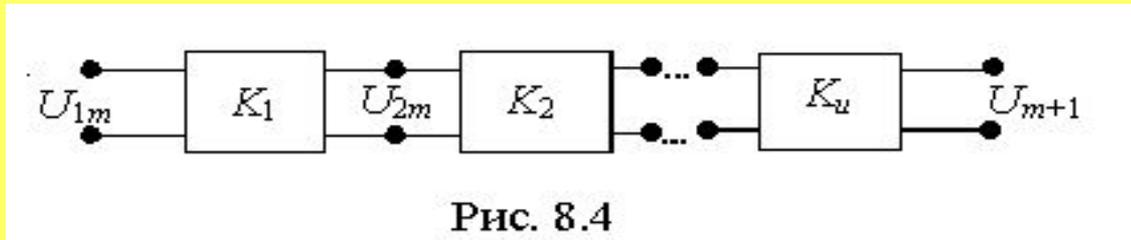

Рис. 8.4
- Основой для построения фильтров является каскадное (последовательное) соединение Г-, Т- или П-образных четырехполюсников (рис. 8.4).